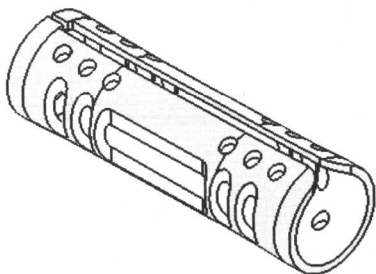

图1-11
10. 选择前两步绘制的草图轮廓，在【成形特征】工具条中单击【拉伸】按钮，弹出【拉伸】对话框。在【选择步骤】栏中选择【求差】选项，然后在【起始】和【结束】下拉列表中都选择【贯穿全部对象】选项，最后单击 **确定** 按钮创建拉伸切除特征，结果如图 1-11 所示。